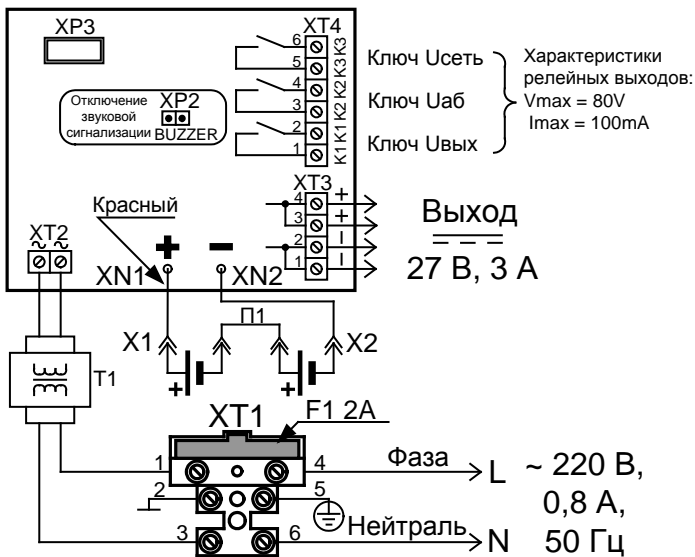

Рисунок 1 Схема подключения РИП
1.2.15 РИП обеспечивает возможность отключения звуковой сигнализации путём снятия перемычки с разъёма ХР2 (расположение разъёма показано на Рис. 1).
Внимание! При подключении внешнего питающего напряжения 220 В к сетевой колодке необходимо соблюдать правильность подключения проводов «фаза» и «нейтраль». Подключение производить в соответствии с рисунком, расположенным на внутренней стороне корпуса или в соответствии с Рис. 1 данной этикетки.
- подключить нагрузку к выходной клеммной колодке, соблюдая полярность (ХТ3/1,2 – «-», ХТ3/3,4 – «+», см. Рис. 1).
ж) При необходимости организации дистанционной сигнализации наличия сетевого напряжения, выходного напряжения и напряжения батареи подключить выходы оптореле К1, К2 и К3 к шлейфам сигнализации приборов согласно Рис. 1. Состояния цепей оптореле приведены в Таблице 1.